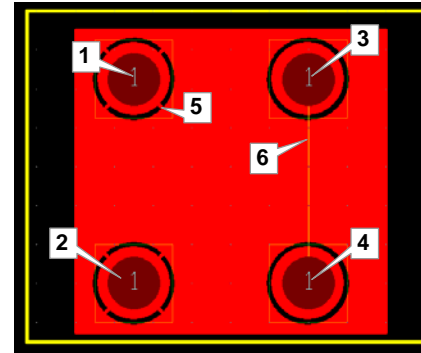

рис. 2-39
На рис. 2-39 показана ещё неразведённая плата. Vias (1) и (2) электрически соединяют между собой цепью, назначенной зоне Copper pour, почти целиком покрывающей нашу плату. Vias (3) и (4) также имеют соединение друг с другом, что отображено тонкой жёлтой ниточкой (6).